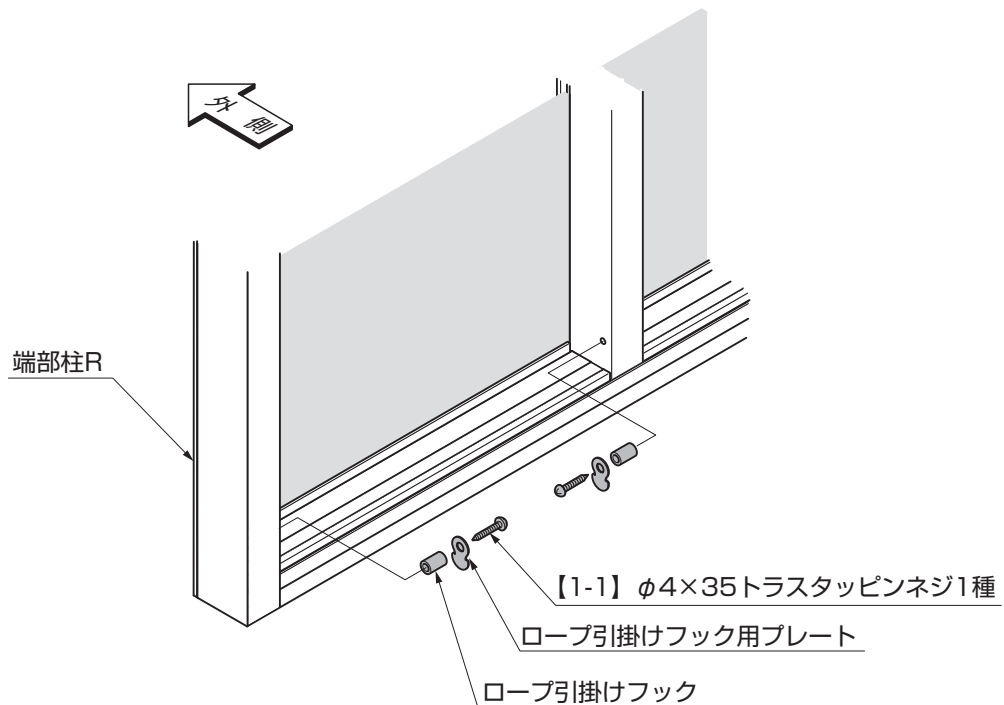

図3-3
- ②ロープ引掛け用パイプ、ロープ引掛け用プレートを柱に、【1-1】で取付けてください。(図3-3参照)